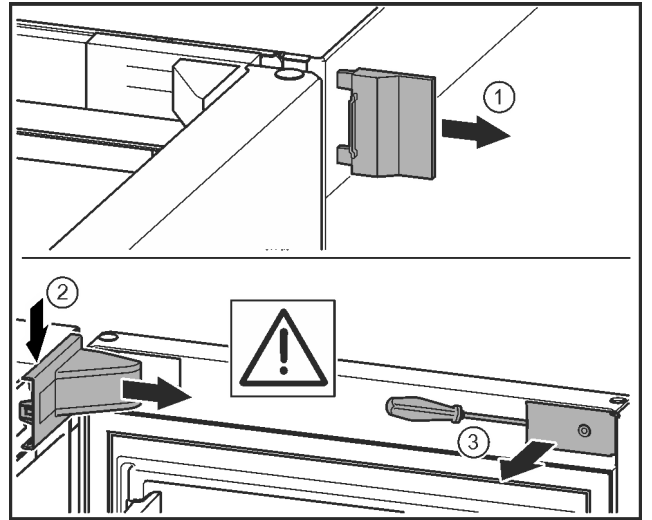

Fig. 11 *
- ▶ 取下外盖。 Fig. 11 (1)*
- ▶ 拆卸并松开托架盖。取下托架盖。 Fig. 11 (2)*
- ▶ 使用带槽螺丝刀松开隔板并把它转到一边。 Fig. 11 (3)*